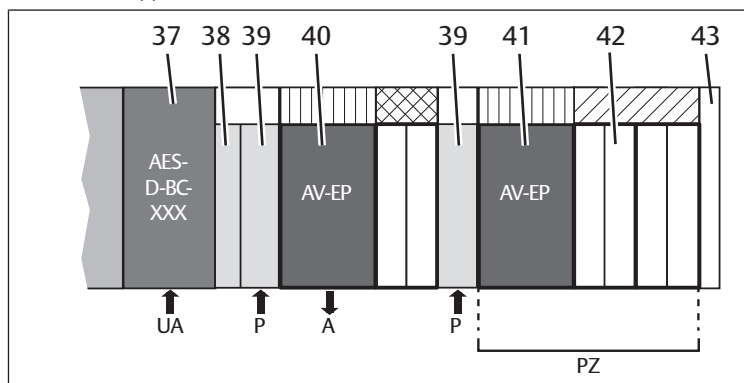

Fig. 12: Configurazione di esempio
Nella Fig. 12 è rappresentata una configurazione di esempio di un sistema valvole AV con accoppiatore bus AES.
1. Assicurarsi tramite una piastra di alimentazione pneumatica (39) se è presente un ulteriore attacco di aerazione o di scarico.
- Inserire la valvola riduttrice di pressione AV-EP direttamente accanto alle valvole da alimentare (42). La valvola riduttrice di pressione AV-EP si trova sul lato rivolto verso l'accoppiatore bus AES (37) (ved. Fig. 12, zona di pressione PZ).
Per raggiungere la portata massima della valvola riduttrice di pressione AV-EP consigliamo una piastra di alimentazione pneumatica (39) davanti alla valvola riduttrice di pressione (ved. configurazione d'esempio nella Fig. 12).
- Posizionare il regolatore di pressioni singole (40) tra l'accoppiatore bus AES (37) e il regolatore di zone di pressione (41), ved. configurazione d'esempio nella Fig. 12.